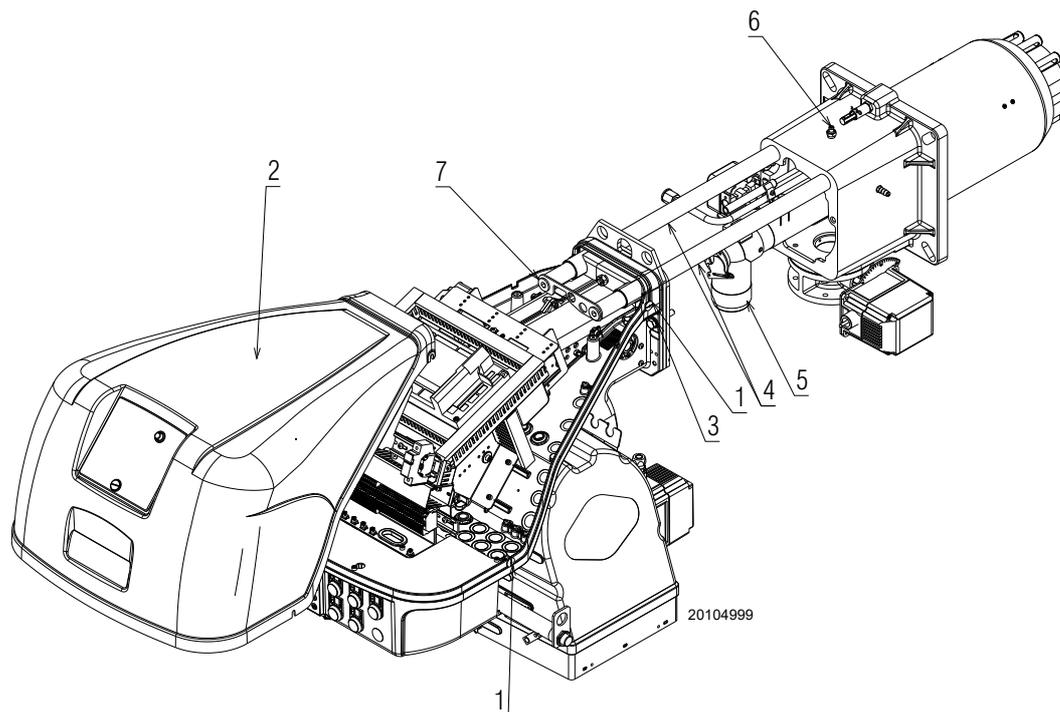

Fig. 39
S'assurer que les trous de sortie de gaz pour la phase d'allumage, présents dans le distributeur de la tête de combustion, soient libres d'impuretés et de dépôts de rouille. En cas de doute, démonter le coude (Fig. 39 à la page 38).
- Desserrer les 4 vis 1)(Fig. 39) et déposer le capot 2) ;